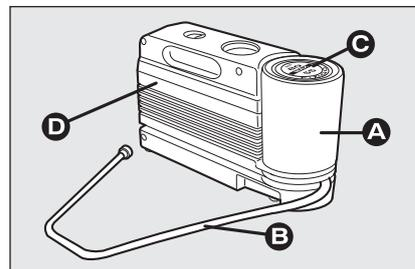

fig. 2
- una bomboletta **A**-fig. 2 contenente il liquido sigillante, dotata di:
- tubo di riempimento **B**-fig. 2;
- bollino adesivo **C**-fig. 2 recante la scritta "max. 80 km/h", da apporre in posizione ben visibile dal conducente (su plancia portastrumenti) dopo la riparazione pneumatico;
- un compressore **D-fig. 2** completo di manometro e raccordi, reperibile nel vano;